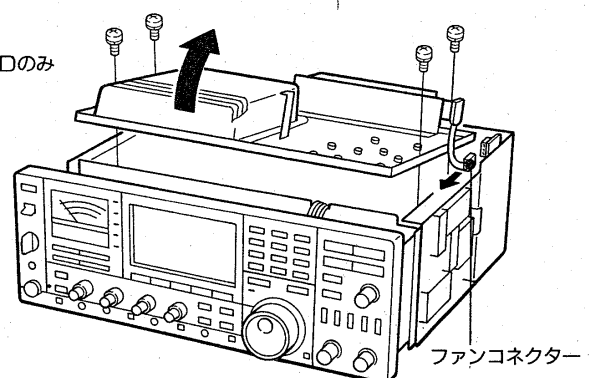

図19 フィルター取り付け位置
- ③MAINユニットを取り付けているネジ(8本)を外します。(図19参照)